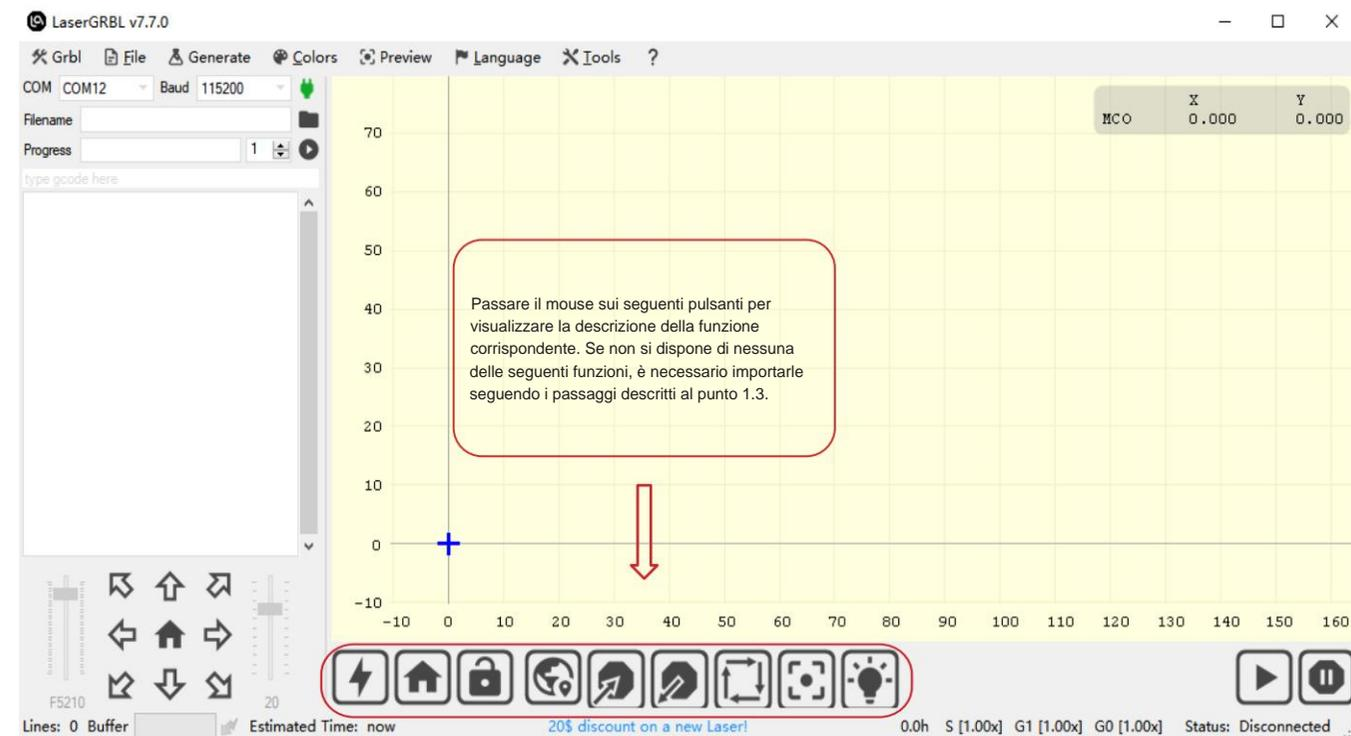

Figura 2 Interfaccia di LaserGRBL
- Il software installato è mostrato nella figura 2.